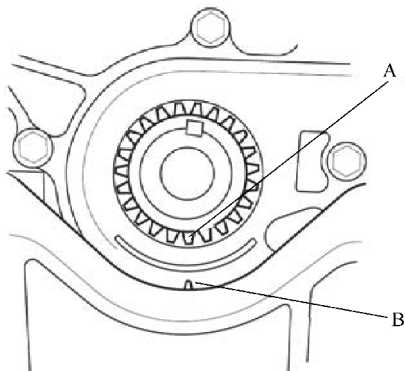

图 11-23 曲轴上止点位置
1) 将曲轴置于上止点 (TDC)。将曲轴链轮上的 TDC 标记 A 与机油泵上的指针 B 对准，如图 11-23 所示。